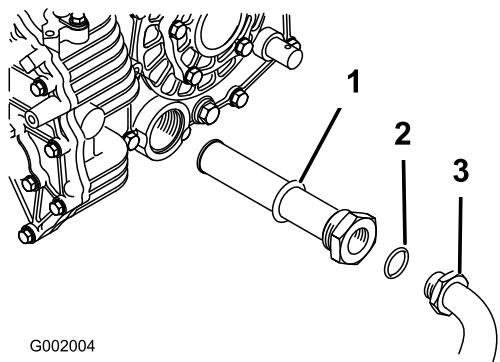

Figura 68
- Retire o tubo do hidráulico e o conector de 90° (Figura 68).